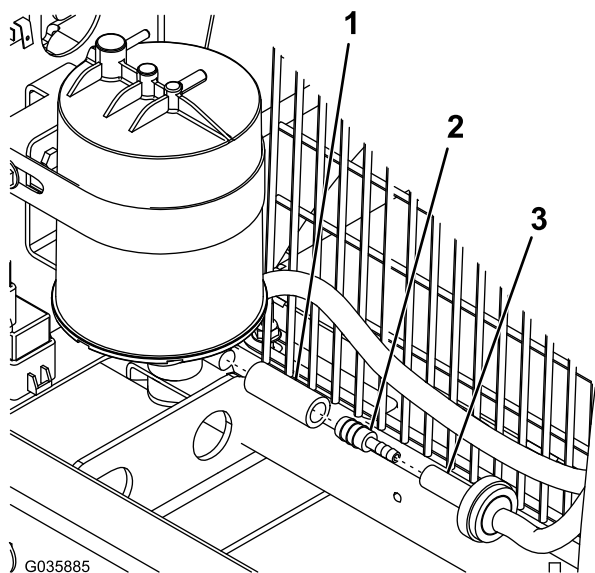

图 7
7. 将软管适配器和短软管连接到直列燃油滤清器并固定到碳罐的底部图 7。